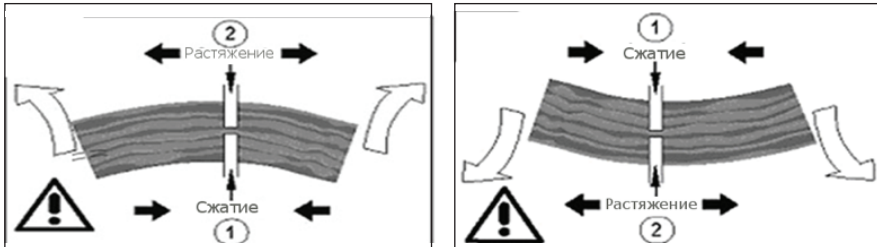

Рис. 7
- Рис. 7а: верхняя сторона напряжена. Опасность: концы заготовки будут отброшены вверх после пиления.